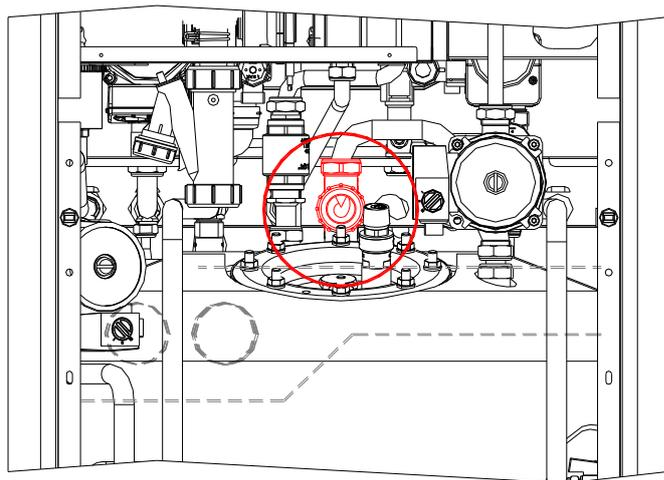

Fig. 1
- svitare il tappo ed inserire l'analizzatore nell'apposita presa fumi PF (fig. 1 capitolo 4.5) per controllare il valore di CO2 e assicurarsi che il valore sia conforme a quanto riportato in tabella 1 (capitolo 4.5);
- letto il valore di CO2 nello strumento se questo non fosse corrispondente al valore sopra indicato agire sulla vite V (fig. 1 capitolo 4.5) del venturi in senso orario per diminuire il valore di CO2 viceversa per aumentare .
Con impostazioni di fabbrica, il miscelatore termostatico (fig. 1) fornisce acqua miscelata ad una temperatura media di 42°C.